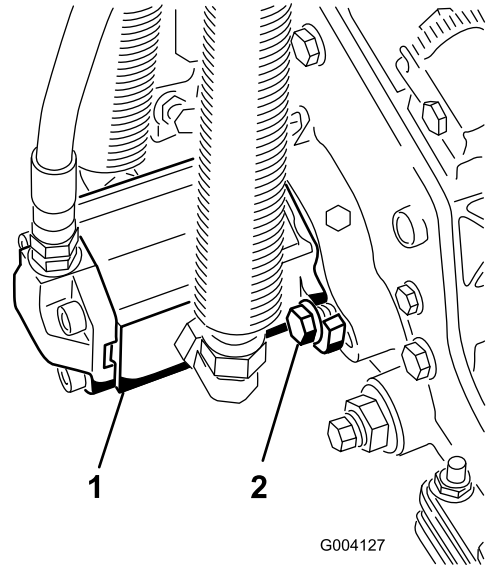

图13
16. 以顺时针旋转的方式安装马达，让马达法兰与螺栓保持一定空隙（图13）。